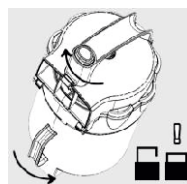

Рис. 18
5. Знову заблокувати кришку на пилесборнике, поверніть їх в протилежному напрямку (рис. 18).